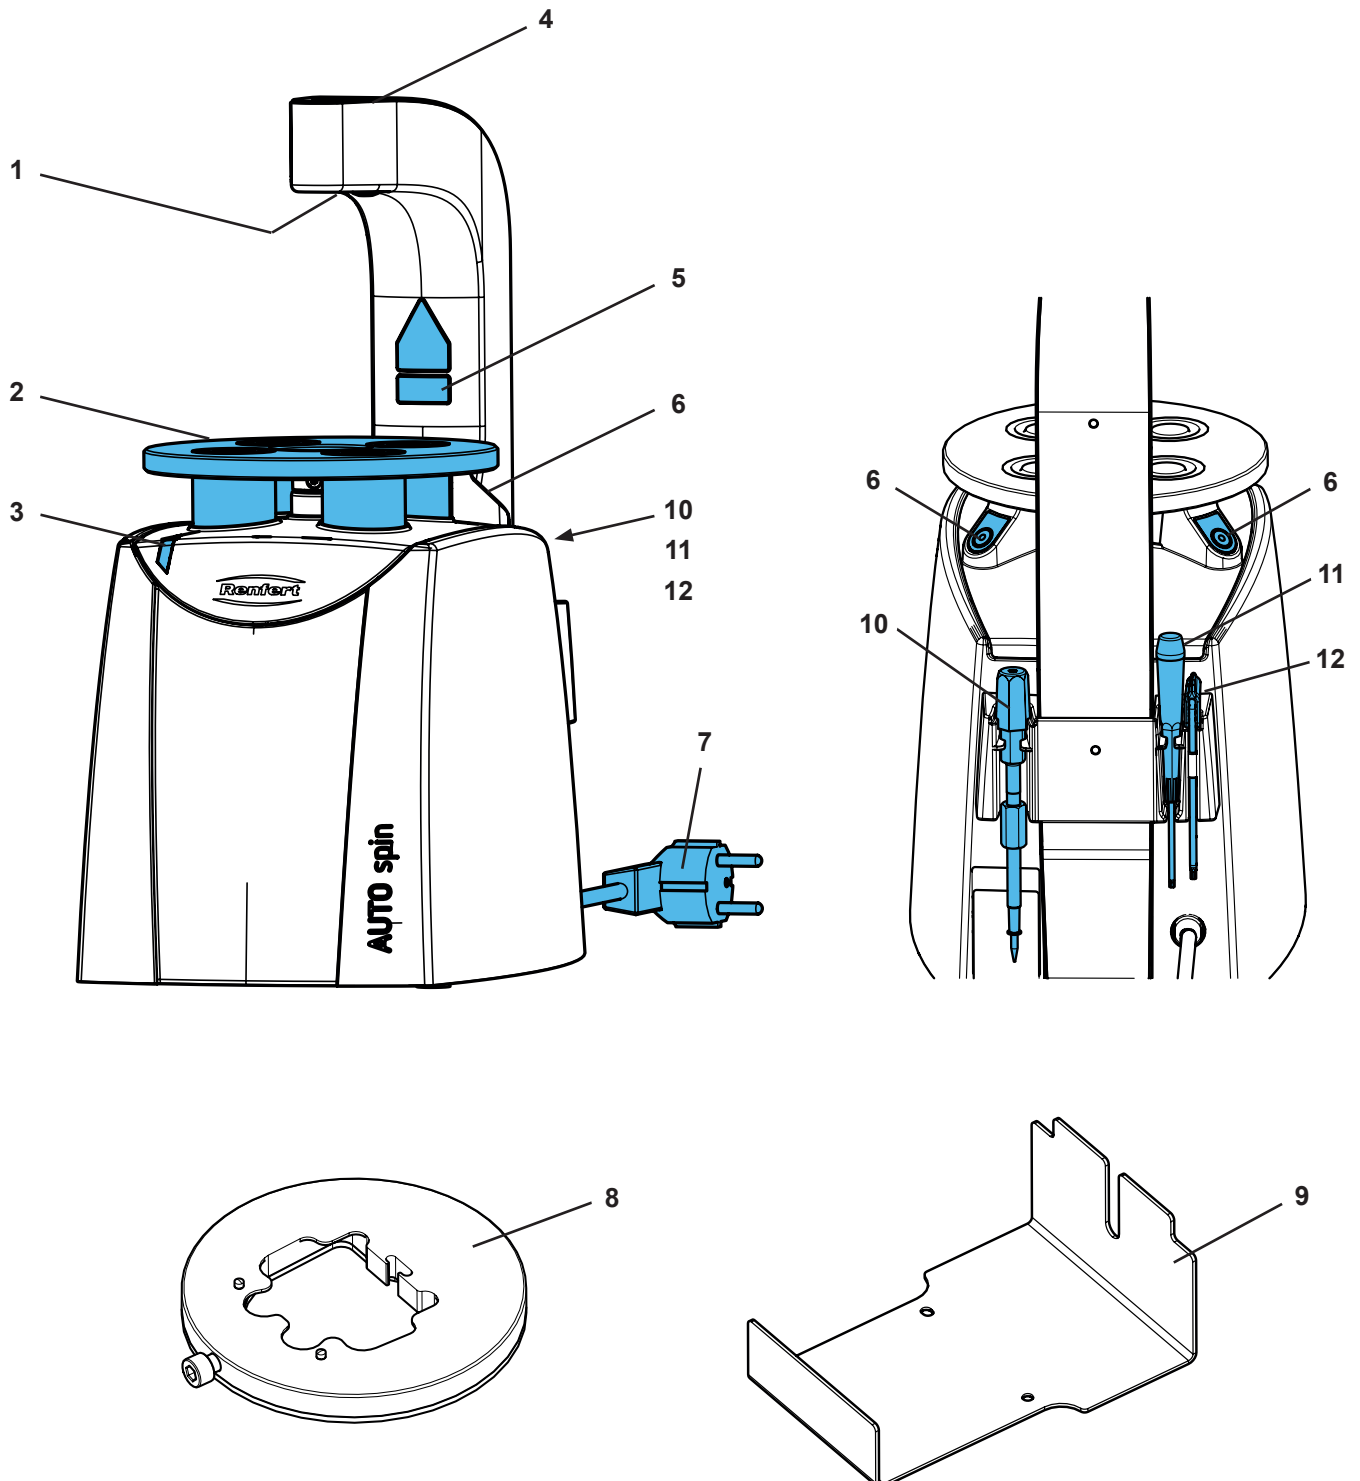

Abb. 1
- ⇒ Lösen Sie den Warnhinweis Laser in Ihrer Landessprache vom Aufklebersatz und überkleben Sie den vorhandenen Warnhinweis (5, Abb. 1).
- ♦ blinkt die Betriebsanzeige (3, Abb. 1).
- ⇒ Beide Bedientasten (6, Abb. 1) drücken und gedrückt halten.
- ◆ Die Betriebsanzeige (3, Abb. 1) leuchtet.
- ◆ Der Ziellaser (1, Abb. 1) leuchtet.
⇒ Zum Auslösen des Bohrvorgangs beide Bedientasten (6, Abb. 1) gleichzeitig drücken.